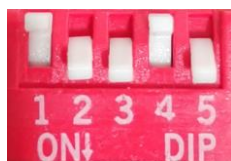

图 6.22 外部摇杆闭环拨码开关设置
- 将拨码开关设置为 SW2=ON（选择闭环运行模式），SW3= ON，SW4= OFF，SW5= ON（选择外部摇杆控制方式），如图 6.22。